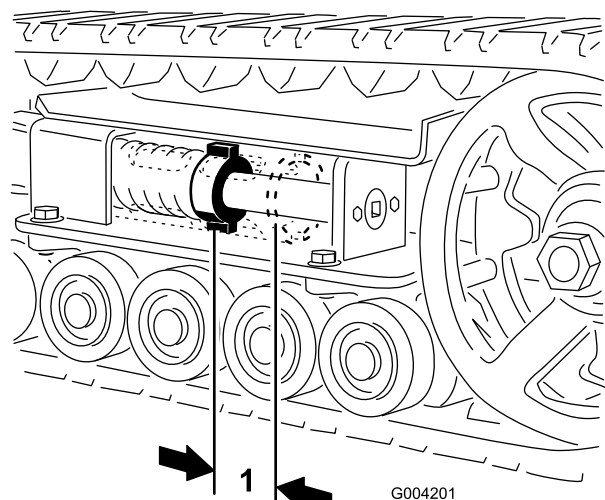
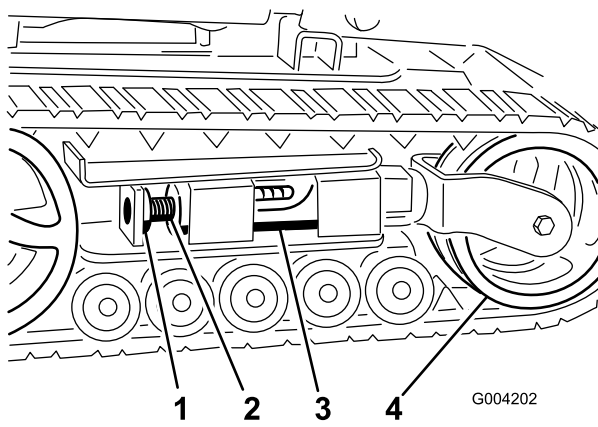
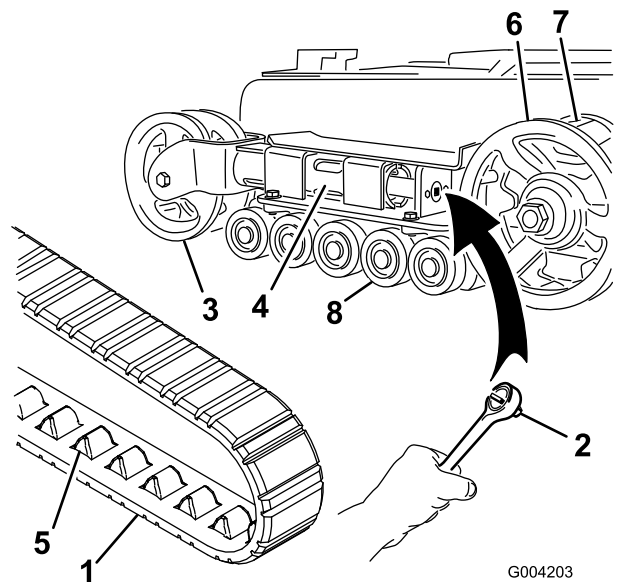
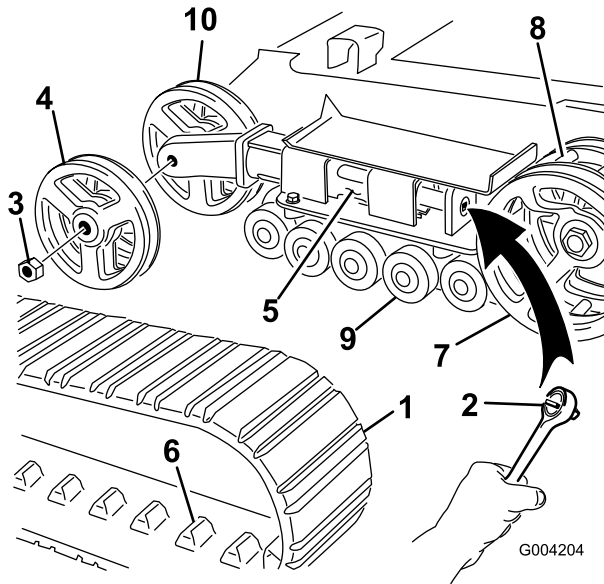

Figura 44
Figura 45
Figura 46
Figura 47
Debe haber una holgura de 7 cm entre la tuerca tensora y la parte de atrás del tubo tensor (Figura 44). Si no es así, ajuste la tensión de las orugas usando el procedimiento siguiente:
3. Retire el perno de bloqueo y la tuerca (Figura 45).
4. Usando una llave de 1/2 pulgada (Figura 46), gire el tornillo tensor en el sentido contrario a las agujas del reloj hasta que la distancia entre la tuerca tensora y la parte de atrás del tubo tensor (Figura 44) sea de 7 cm.
5. Alinee la muesca más próxima del tornillo tensor con el taladro del perno de bloqueo, y fije el tornillo con el perno de bloqueo y la tuerca (Figura 45).
4. Usando una llave de 1/2 pulgada, alivie la tensión en la oruga girando el tornillo tensor en el sentido de las agujas del reloj (Figura 45 y Figura 46).
5. Empuje la rueda tensora hacia la parte de atrás de la unidad de tracción para mover el tubo de horquilla contra el bastidor (Figura 46). (Si no toca el bastidor, siga girando el tornillo tensor hasta que lo toque.)
7. Cuando haya retirado la oruga de la rueda tensora, retírela de la rueda motriz y de las ruedas de rodaje (Figura 46).
8. Empezando en la rueda motriz, pase la oruga nueva alrededor de dicha rueda, asegurándose de que los dientes de la oruga encajen entre los espaciadores de la rueda (Figura 46).
9. Empuje la oruga por debajo de y entre las ruedas de rodaje (Figura 46).
11. Gire el tornillo tensor en el sentido contrario a las agujas del reloj hasta que la distancia entre la tuerca tensora y la parte de atrás del tubo de horquilla (Figura 44) sea de 7 cm.
4. Usando una llave de 1/2 pulgada, alivie la tensión en la oruga girando el tornillo tensor en el sentido de las agujas del reloj (Figura 45 y Figura 47).
5. Empuje la rueda tensora hacia la parte de atrás de la unidad de tracción para mover el tubo tensor contra el bastidor (Figura 47). (Si no toca el bastidor, siga girando el tornillo tensor hasta que lo toque.)
6. Retire la tuerca que fija la rueda tensora exterior y retire la rueda (Figura 47).
7. Retire la oruga (Figura 47).
8. Retire la tuerca que fija la rueda tensora interior y retire la rueda (Figura 47).
12. Instale la rueda tensora interior y fíjela con la tuerca que retiró anteriormente (Figura 47).
14. Instale la oruga nueva, asegurándose de que los dientes de la oruga encajen entre los espaciadores de la rueda motriz (Figura 47).
15. Instale la rueda tensora exterior y fíjela con la tuerca que retiró anteriormente (Figura 47).
17. Gire el tornillo tensor en el sentido contrario a las agujas del reloj hasta que la distancia entre la tuerca tensora y la parte de atrás del tubo tensor (Figura 44) sea de 7 cm.